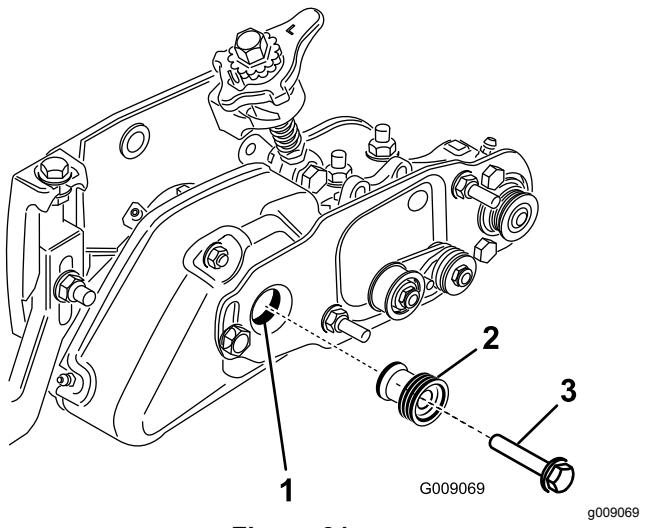

Figure 31
20. Retirez le boulon qui fixe la poulie du groomer à l'arbre d'entraînement (Figure 31).
21. Insérez la poulie d'entraînement de la brosse dans la poulie d'entraînement du groomer et sur l'arbre d'entraînement (Figure 31). Assurez-vous que les languettes de la poulie sont placées dans la fente de l'arbre d'entraînement.
22. Fixez la poulie d'entraînement à l'arbre avec un boulon à embase (3/8" x 2") (Figure 31). **Serrez le boulon à un couple de 47 à 54 N·m.**